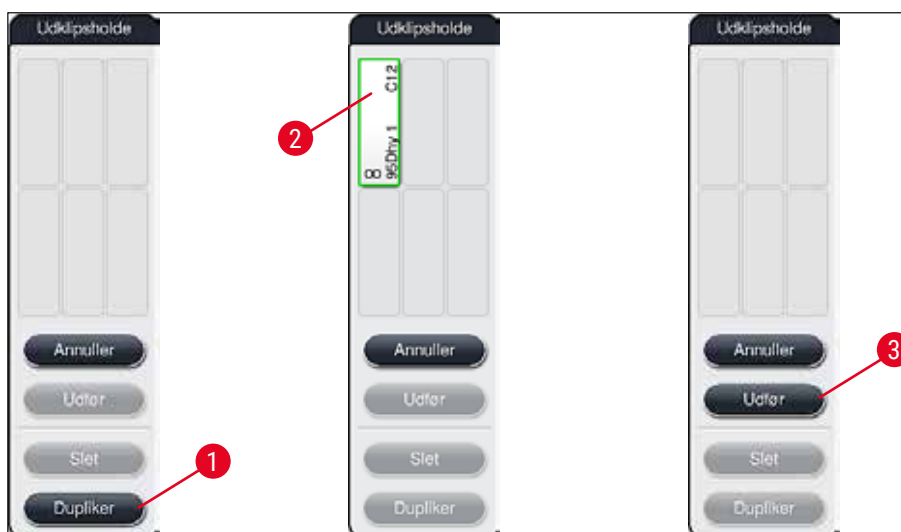

Fig. 54
2. Læs den følgende informationsmeddelelse, og bekræft den med **OK**. Der åbnes et nyt **Udklipsholder** (→ "Fig. 54")-vindue.